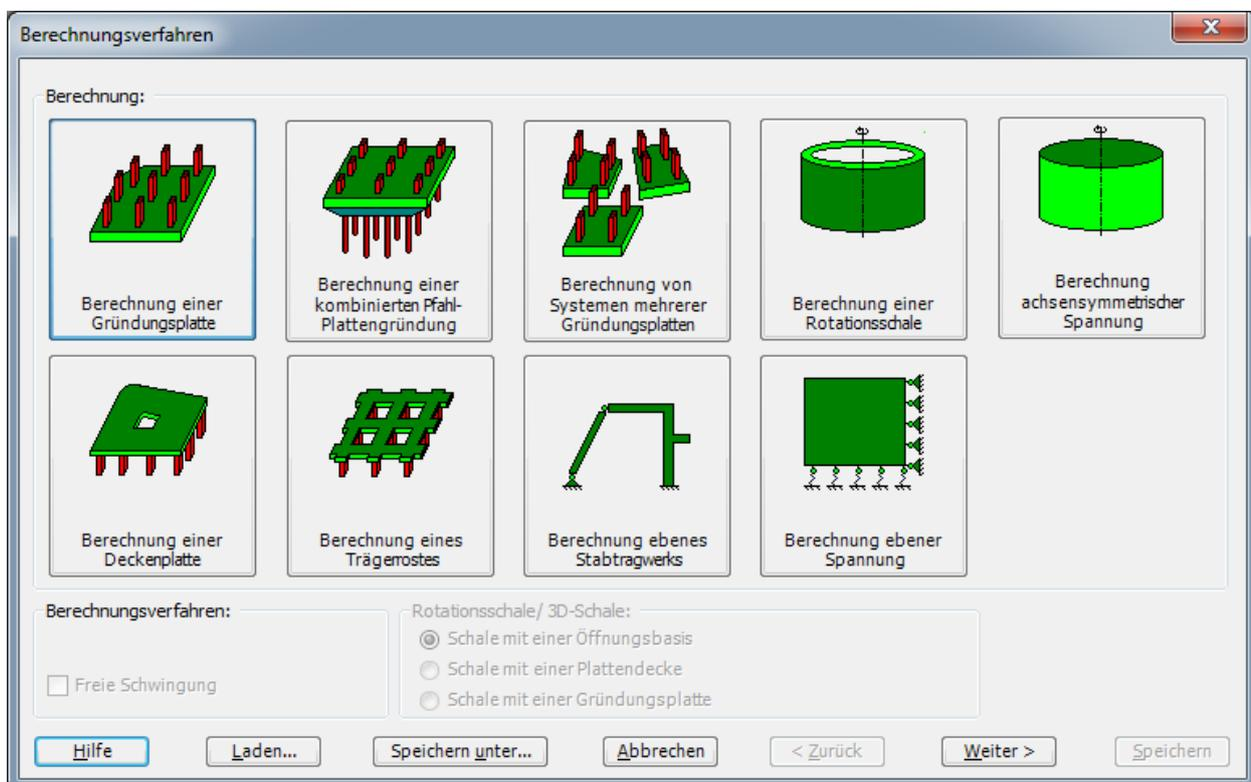

Bild 10.2 Wizard-Assistent "Berechnung"
Um das Projekt zu erstellen, starten Sie *ELPLA* und wählen Sie den Befehl "Neues Projekt" aus dem Menü "Datei" des *ELPLA*-Fensters. Der folgende Wizard-Assistent im Bild 10.2 erscheint. Der Wizard-Assistent vereinfacht den Prozess mit Hilfe der Standard- und vertrauten Wizard-Oberfläche. Ein Wizard-Assistent ist eine Reihe von Menüs in einem speziellen Fenster, die durch eine Aufgabe helfen. In diesem Wizard-Assistent definieren Sie die Berechnung des Problems, weil *ELPLA* verschiedene Statiksysteme behandeln kann. Da die Berechnung ein Fundamentproblem ist, machen Sie die nächsten zwei Schritte:
- Wählen Sie "Berechnung einer Gründungsplatte" (Bild 10.2)